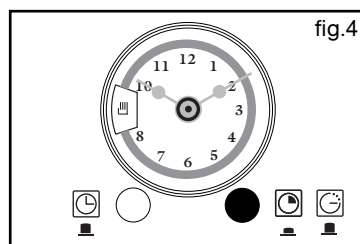

fig.4
- Tournez le bouton de droite pour afficher le symbole  (fig.4).